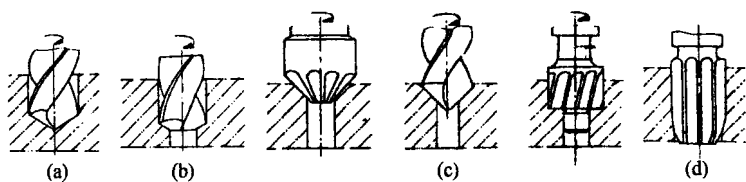

图 1-4 钻床加工方式
④ 钻床适用于孔加工，主要用于各种零件的钻、扩、铰、镗加工，如图 1-4 所示。在钻床上进行孔加工，是由主轴带动刀具旋转，并与固定在工作台上的工件做相对进给运动所进行的切削加工，根据使用刀具的不同，分别称为钻削、扩削、铰削和镗削。